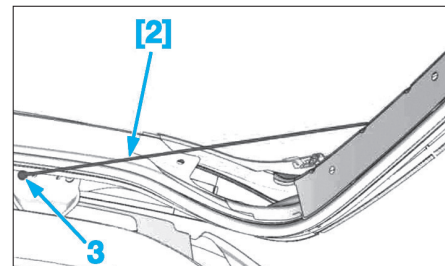

FIG. 32
- A l'intérieur du véhicule, arrimer la corde au point de fixation de la charnière du hayon (3), comme illustré (Fig.32).